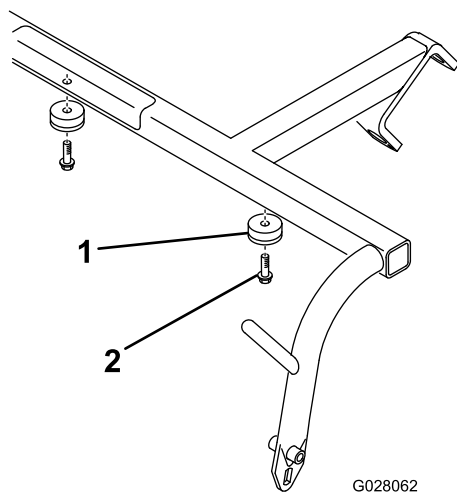

図 2
2. 各プルフレームのクロス部材の下側に、くぼみ付きバンパーを2個ずつ取り付けるワッシャーヘッド付きタップねじ2本を使用する 図2。